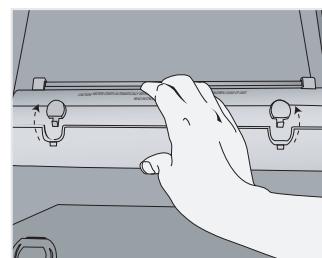

Fig. 14
- Tenir le râteau des deux mains et aligner les deux encoches sur le râteau avec les deux boutons situés sur le boîtier du moteur (Fig. 14).
- Pousser le râteau dans le boîtier du moteur jusqu'à ce qu'il s'enclenche dans le haut et dans le bas (Fig. 14 et 15).